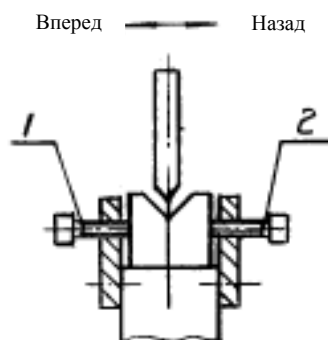

Рис. 6
- 3) Убедиться, что верхнее лезвие находится на центральной линии канавки нижнего штампа. **Регулировка (см. рис. 6)**